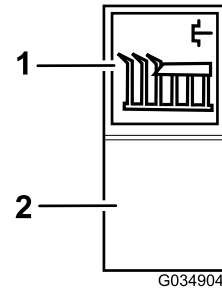

Figura 35
**Para engranar las unidades de corte:** Presione la parte superior del interruptor de la transmisión de las unidades de corte para moverlo a la posición de Engranado (Figura 35).
**Para desengranar la transmisión de las unidades de corte:** Ponga el interruptor en la posición de Desengranado (Figura 35).